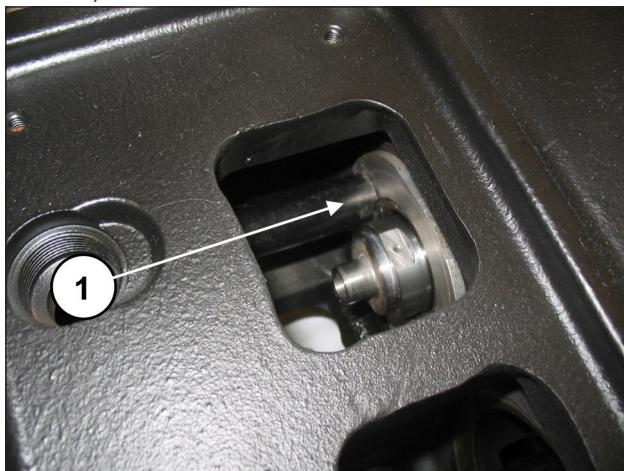
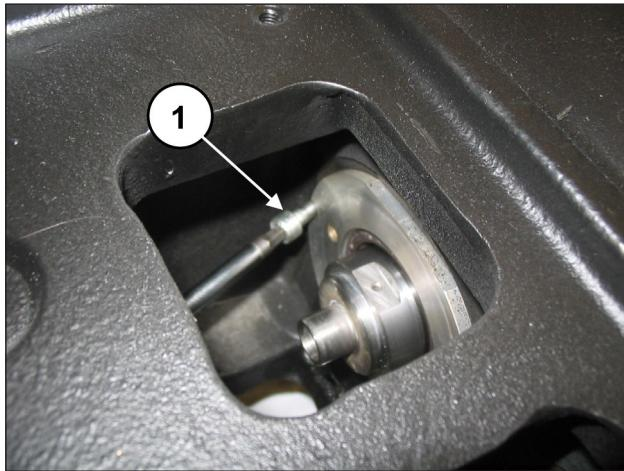

Abb. 172
Abb. 173
Überprüfen Sie den passgerechten Sitz des Deckels (Pos. ①, Abb. 172) und achten Sie darauf, nicht die Dichtlippe des Ölabstreifrings zu beschädigen. Befestigen Sie die Ölabstreifring-Deckel anhand von 2 Schrauben M6x14 (Pos. ①, Abb. 173).